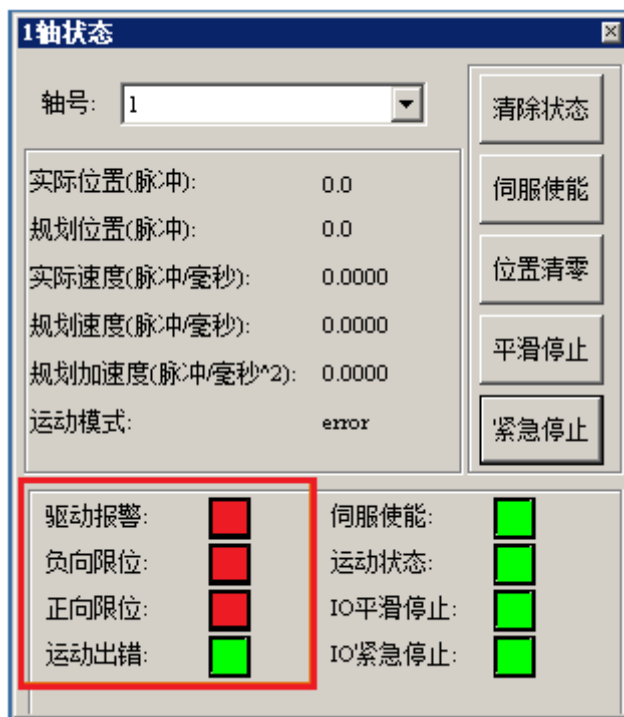
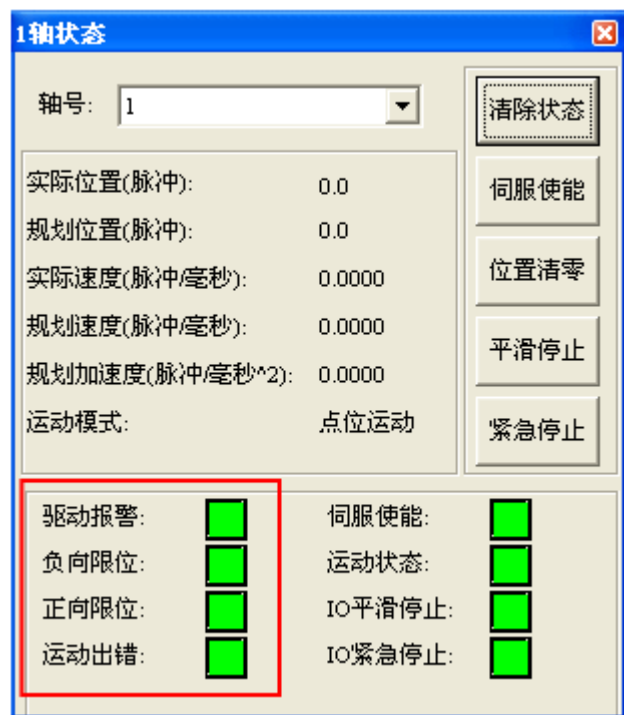

图 4-12 轴状态对话框
图 4-13 轴状态对话框
- (1) 首先，以“4.3.3”设置完“脉冲模式”后，写入控制器状态。然后，点击主界面菜单“视图”->“轴状态”，将会弹出状态显示模块对话框。若控制器刚复位完，轴 1 状态如图 4-12 所示；若将“4.3.3”设置写入了控制器，使报警无效，并点击“伺服使能”，轴 1 状态如图 4-13 所示。
(2) 图 4-12、图 4-13 轴状态对话框中显示的是当前轴的一些运动参数，从上至下分别为“实际位置”-“规划位置”-“实际速度”-“规划速度”-“规划加速度”。
(3) 下边的框中状态标志以对应图标的颜色表示不同的状态，绿色代表该标志位没有触发，红色代表该标志位已经触发。